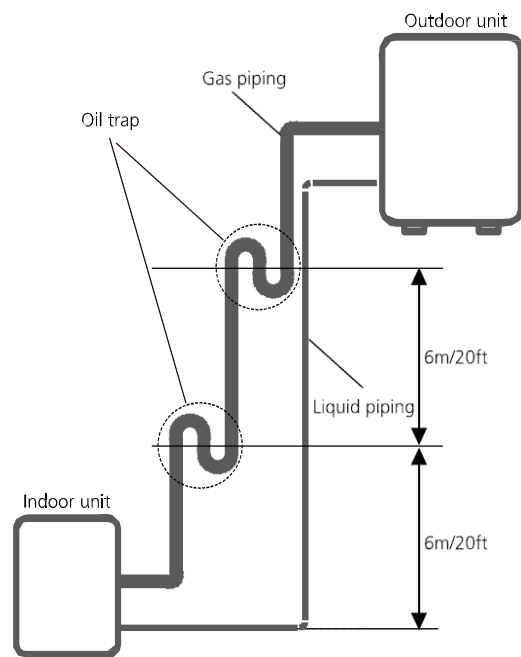

Abb. 7.3
-Es wird empfohlen, die vertikalen Saugleitungen nicht zu vergrößern. Der ordnungsgemäße Ölrücklauf zum Verdichter sollte mit Sauggasgeschwindigkeit erfolgen. Wenn die Geschwindigkeit unter 7,62 m/s (1500 feet per minute) fällt, wird der Ölrücklauf verringert. Alle 6 m (20ft) im vertikalen Steigrohr der Saugleitung ist ein Ölabscheider vorzusehen. (Siehe Abb. 7.3)